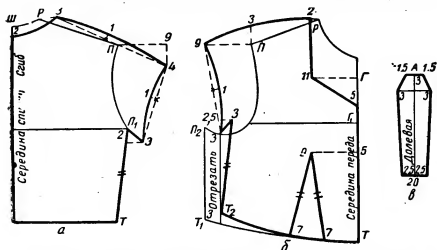

Рис. 263. Нанесение линий фасона лифа платья с цельнокроеным рукавом и вставным бочком:
**Спинка.** От точки Ш вниз посередине спинки откладывают 2 см (рис. 263, а). От точки Р вправо проводят горизонтальную пунктирную линию и на ней откладывают 3 см, от точки 3 вычерчивают вырез горловины, линию ведут от руки от точки 3 к точке 2.
Полочка. От точки  $\Pi$  вверх проводят вертикальную пунктирную линию и на ней откладывают 3 см (рис. 263, б), затем от точки  $\Pi$  влево проводят горизонтальную пунктирную линию и на ней откладывают 9 см (длина рукава). По установленным точкам вычерчивают линию плеча с рукавом, линию ведут от точки  $P$  через точку 3 к точке 9.
Вставной бочок. От точки А (рис. 263, в) вниз проводят вертикальную линию и на ней откладывают 20 см из расчета длины бока лифа плюс 3 см на длину рукава: